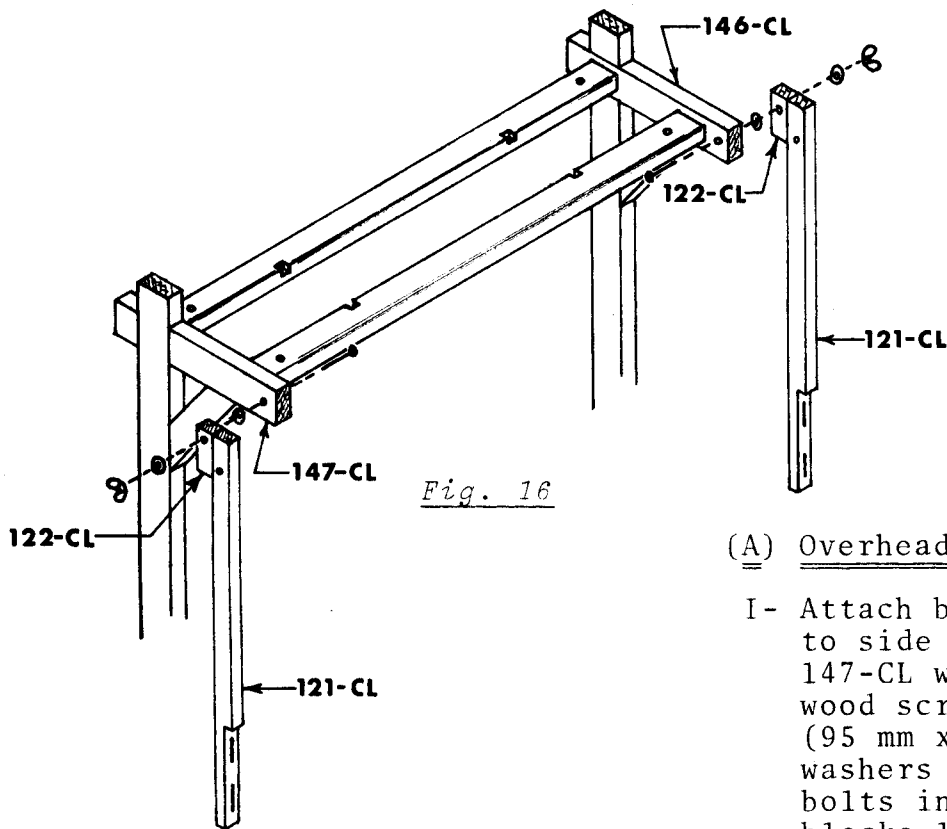

Fig. 16
I- Attach batten swords 121-CL to side batten supports 146-147-CL with square headed wood screws $3\frac{3}{4}$ " x $5/16$ " (95 mm x 7,94 mm), nylon washers and wing nuts. Put bolts into holes of auxiliary blocks 122-CL. (*Fig. 16 and 16A*)
- I- Fixer les épées 121-CL aux traverses 146-147-CL à l'aide de boulons $3\frac{3}{4}$ " long x $5/16$ " (95 mm x 7,94 mm), rondelles de nylon et papillons. Il faut se servir du trou situé sur le bloc auxiliaire des épées 122-CL. (Fig. 16 et 16A)